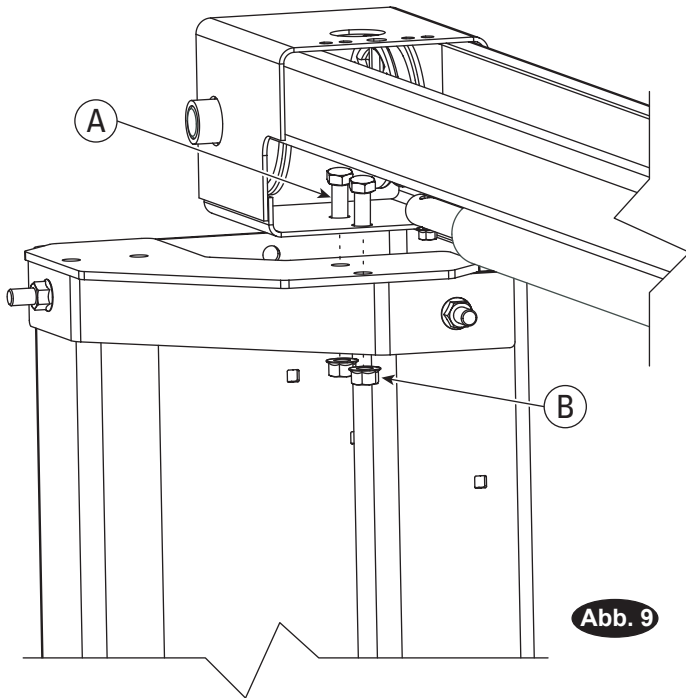

Abb. 9
Mit je einer Leiter an jeder Säule positionieren zwei Personen die Overhead-Baugruppe an die Säulenhalterungen und ziehen sie mit (2) M10 x 20mm HHCS und (2) M10 Sicherheitsmutter fest (Abb.9). Schrauben in der Mitte der Overhead-Baugruppe anziehen.